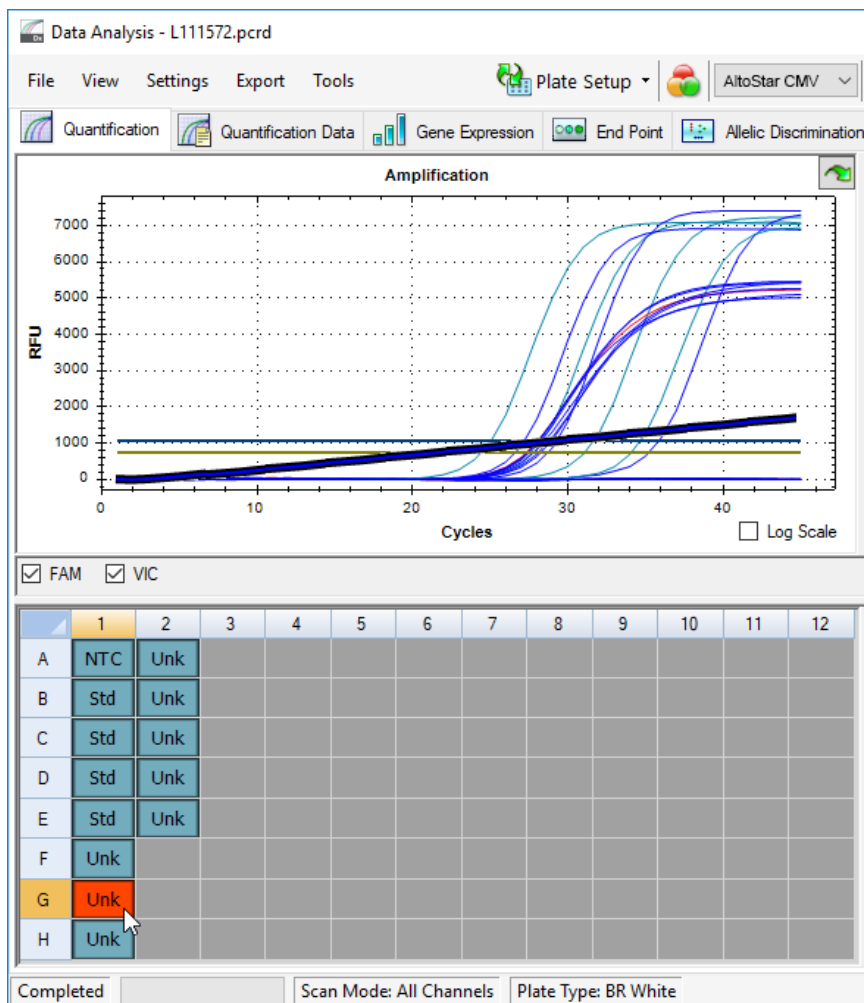

Figura 6: Janela Data Analysis (Análise de Dados): sinal PCR irregular
2. Identifique os poços com sinais PCR irregulares (aumento de sinal linear, picos de sinal, etc.) em qualquer um dos canais de detecção FAM™ (alvo de CMV) e VIC™ (IC) (consulte a figura 6).